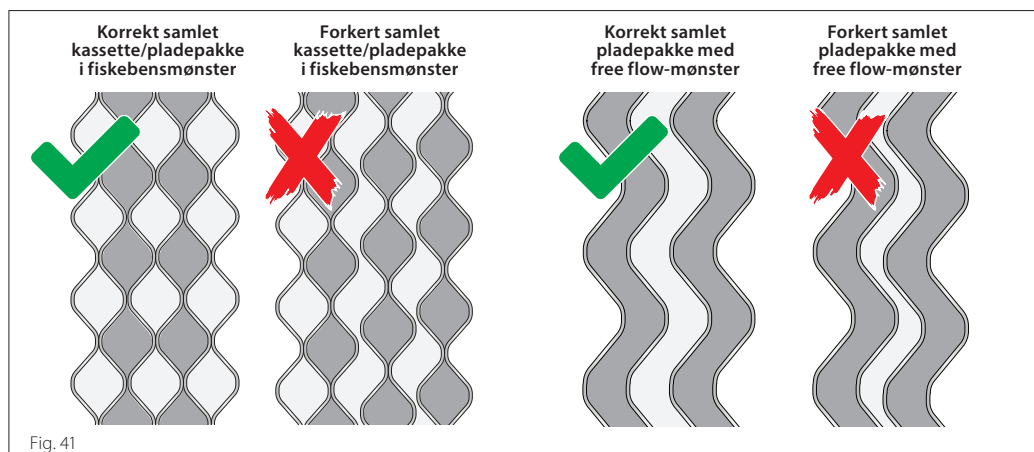

Fig. 41
- Kontrollér, at pladerne/kassetternes bikubeprofil er ensartet (se fig. 41).